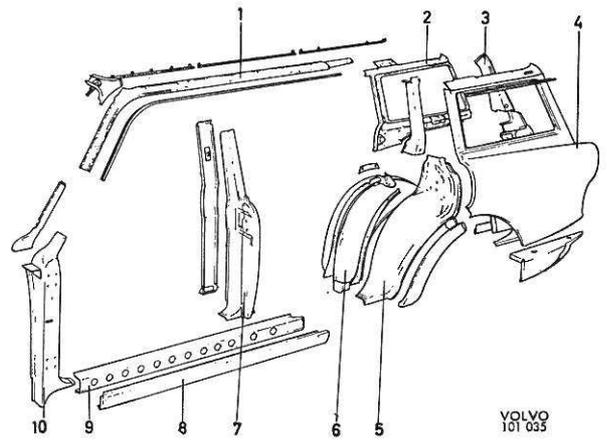

Figure 9. Flanc de carrosserie (version break)
Le flanc de carrosserie (figure 9) comprend le pied d'auvent (10), le pied de milieu (7), le flanc arrière, les bavolets intermédiaire et extérieur (9 et 8), la frise de toit (1) et le montant de pare-brise. Le flanc